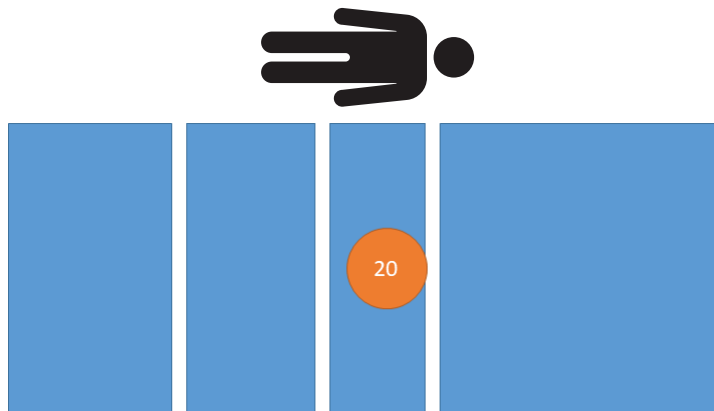

Abbildung 18 – Wägeleistungsprüfung – 20 kg
1. Mit kalibrierten Gewichten 20 kg auf das Produkt legen (Abbildung 18).
11. Mit kalibrierten Gewichten 20 kg auf das Produkt legen (Abbildung 18).